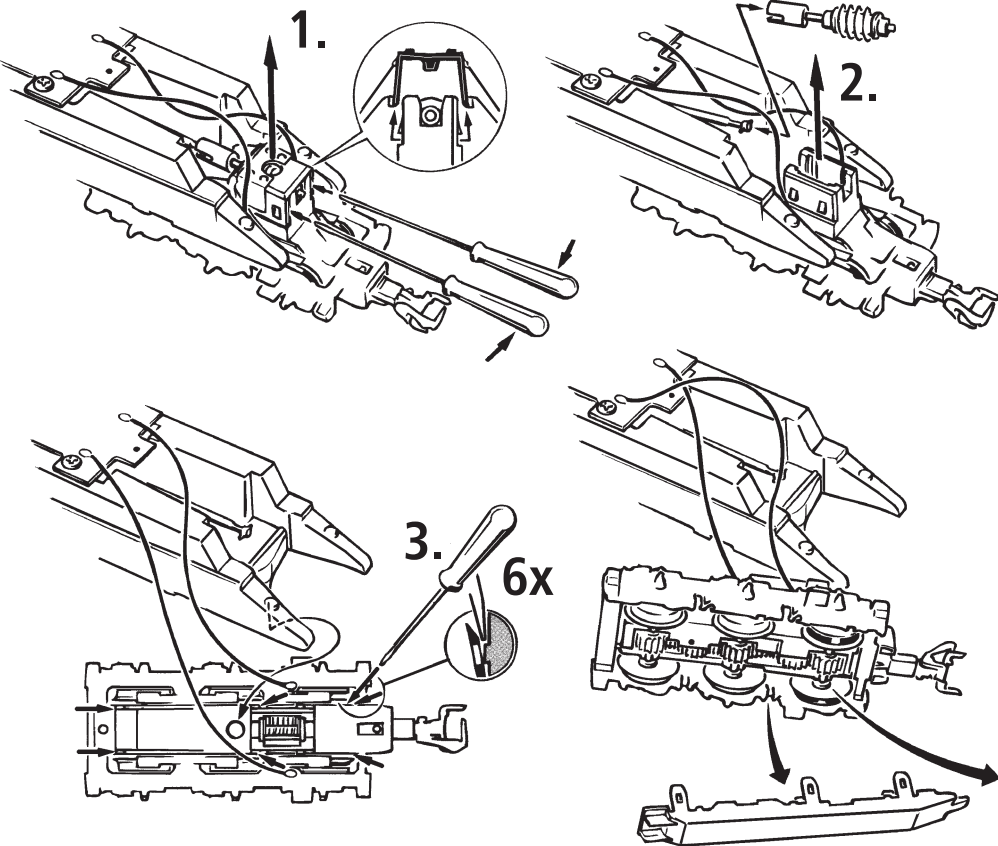

Fig. 8
4. Kohlebürstenwechsel: Lokgehäuse abnehmen (Fig. 2). Danach wird der Motor ausgebaut und die Kohlebürsten ausgewechselt (Fig. 8).
4. Carbon Brush Changing: First remove loco body (fig. 2), and then the motor (fig. 8).
4. Remplacement des balais du moteur: Démontez la caisse (fig. 2). Démontez ensuite le moteur et échangez le balais (fig. 8).